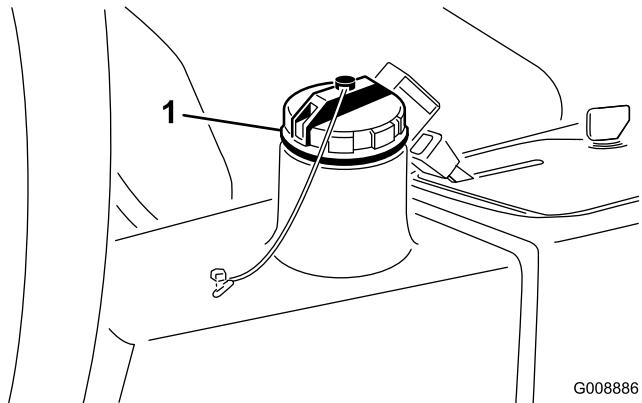

図 29
2. 油圧オイルタンクの注油口周辺をきれいに拭き、キャップ（図 29）を外す。キャップを外す。